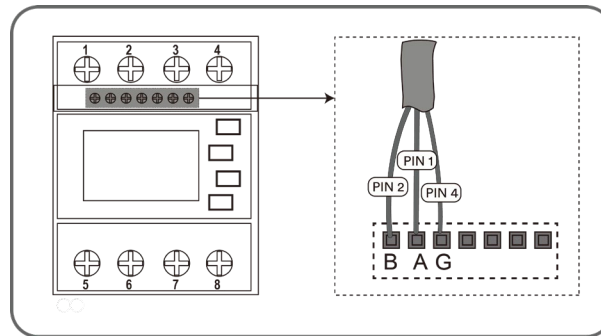

Abb. 38. RS485-Kabel für Anschluss an Smart-Meter
1. Isolieren Sie das andere Ende des Netzkabels ab und Befestigen Sie den Kupferdraht an der entsprechenden Klemme am Smart-Meter. [ PH0  0,7 Nm]. (siehe Abb. 38).